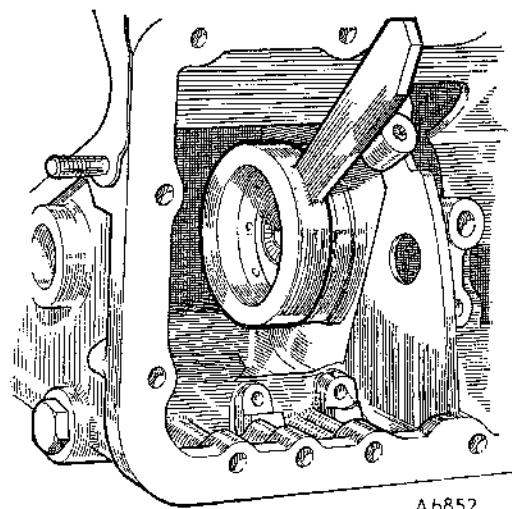
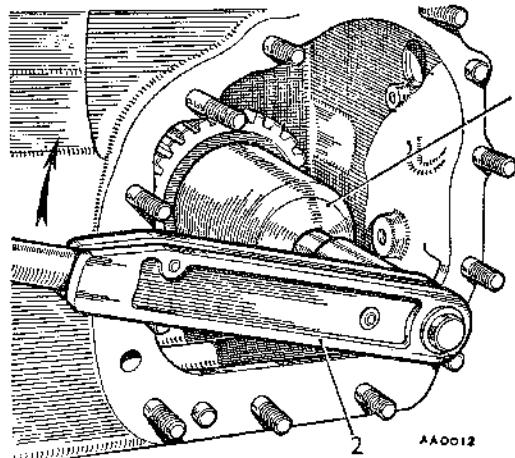

Fig. Fa.17
Fig. Fa.18
- (24) Emplear la Herramienta de Servicio 18G 1095 para sujetar el desplazable del embrague de directa y marcha atrás (ver Fig. Fa.17) y apretar la tuerca del cubo del embrague de marcha adelante con la herramienta 18G 1096 y 18G 592 (ver Fig. Fa.18) al par indicado en los "DATOS GENERALES".